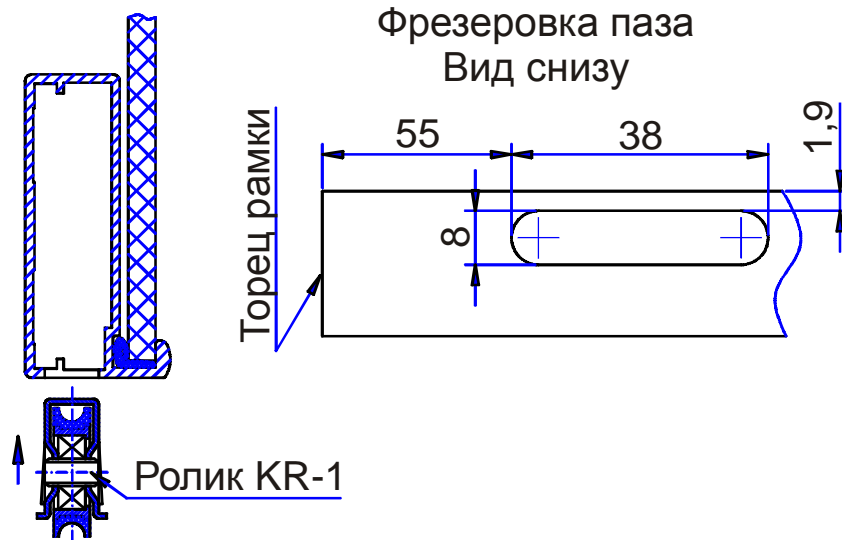

Рис.3 Установка ролика
- комплекты роликов устанавливаются усилием большого пальца руки в заранее фрезерованные пазы шириной 8мм и самофиксируются при помощи разведенных лепестков на корпусе комплекта (Рис.3);